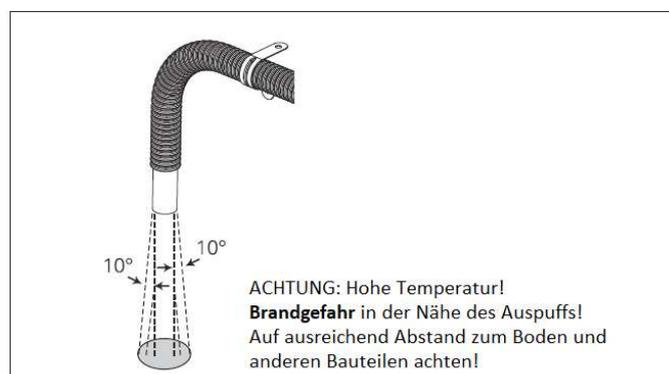

Abbildung 17
Ein Kraftstofffilter sollte vor dem Einlass der Kraftstoffdosierpumpe montiert werden. Stellen Sie sicher, dass die Kraftstoffansaugung frei ist und der Filter in der richtigen Lage montiert ist (Abb. 17).
6.6.4 Die Öffnungen der Rohre dürfen nicht entgegen der Fahrtrichtung stehen (Abb. 17).